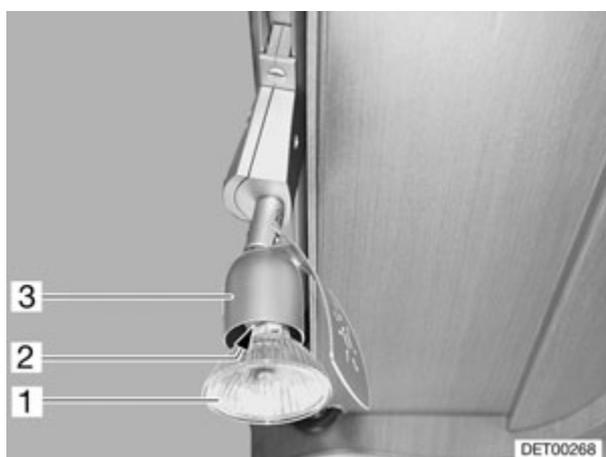

Fig. 191 Spot (variante 2)
- Tirer l'ampoule halogène (Fig. 191,1) de la douille (Fig. 191,3).
- Enfoncer la nouvelle ampoule halogène entre les deux languettes (Fig. 191,2) dans la douille.